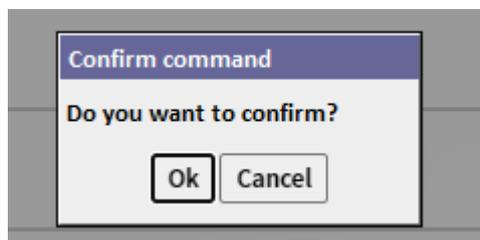

Figure 5-27: Fenêtre contextuelle de confirmation du reboot
- **Reboot Manager to change date/time** : pour confirmer les modifications saisies précédemment, cliquer sur le bouton « Reboot ». Une fenêtre contextuelle s'ouvre (figure 5-27) et demande la confirmation de la commande saisie. Cliquer sur « ok » pour confirmer les modifications ou sur « cancel » pour annuler